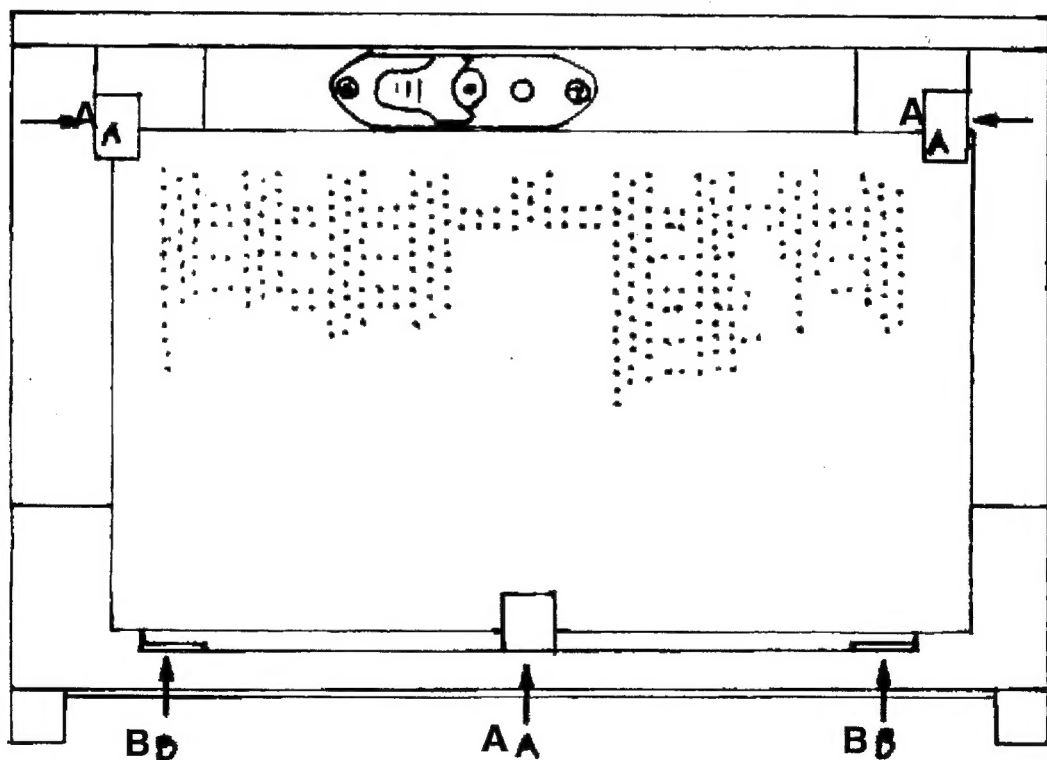

fig. 1
1. Mettez la grille à charbon sur le brûleur sur les supports A et B (voir fig. 1 et 3). Mettez la grille à charbon d'une façon que l'évidement se trouve près de la veilleuse (concernant la visibilité de la veilleuse).